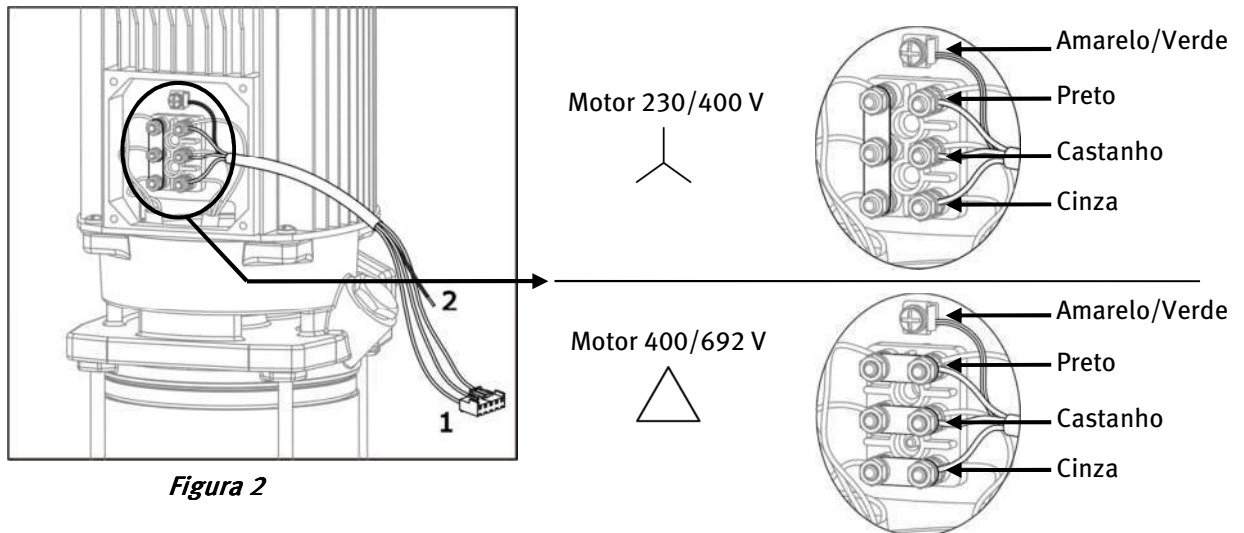

Figura 2
3.2.2) Speedrive com entrada trifásica (figura 2):